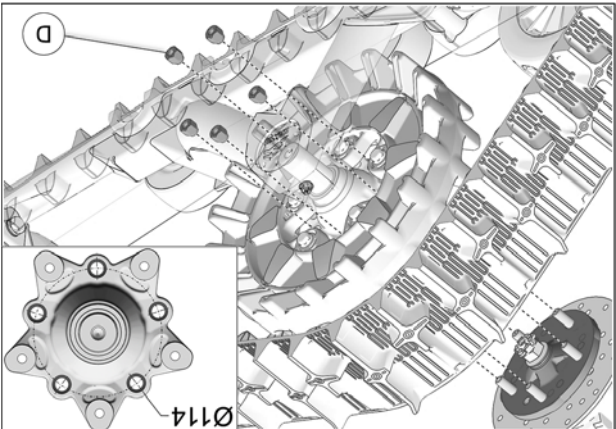

Fig. 9
10. Fixer le système de traction au moyen de roue arrière. Utiliser les écrous de roue M12 (D) fournis. Voir la Fig. 9